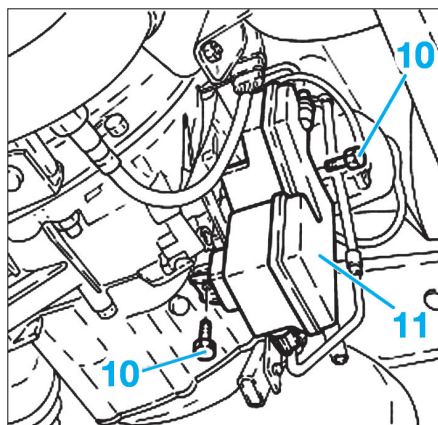

Fig. 46
- Dévisser les vis de fixation (10) et déposer le réservoir (11) du circuit hydraulique (Fig.46).